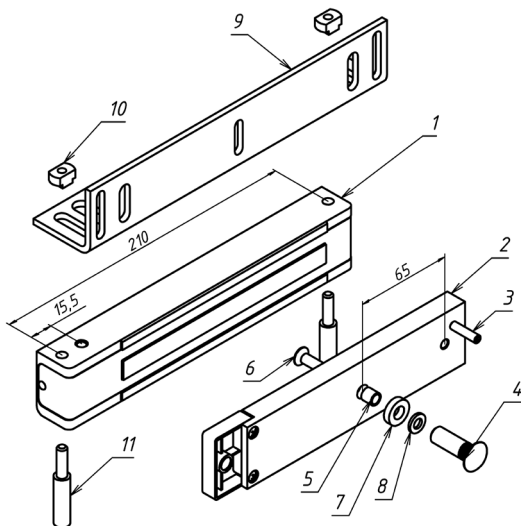

Рисунок 1
3.1 Комплект поставки (рисунок 1):
- корпус (1) - 1 шт.
- якорь (2) - 1 шт.
- комплект крепления якоря: штифт (3),
4.5 Винт крепления якоря (поз.6 рис.1) необходимо затянуть с усилием, достаточным для исключения его отворачивания в процессе эксплуатации. Рекомендуется ставить винт на стопорящий герметик типа «Анатерм» или на нитрокраску НЦ.